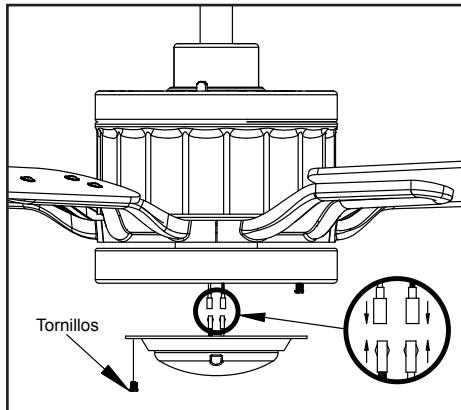

Figura 17
3. Quita un tornillo de la carcasa del kit de luces y afloja, pero no quites, los otros dos. Conecta los cables del conjunto del soporte del kit de luces a los cables del conjunto motor-ventilador uniendo los enchufes moldeados del adaptador. Coloca con cuidado todos los cables y empalmes dentro de la caja del interruptor. (Figura 17)